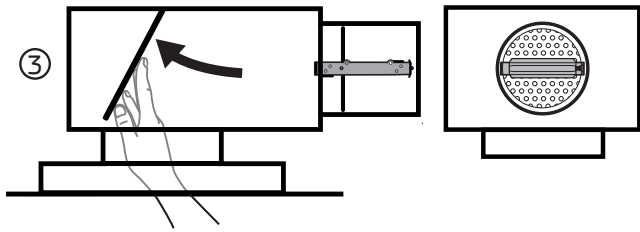

Bild 2. Fördelningsplåten fälls åt sidan vid rengöring.
- Lossa fördelningsplåten genom att vrida låsmekanismen på varje sida av plåten och därefter fälla den åt sidan, bort från spjällinsatsen, se bild 2.